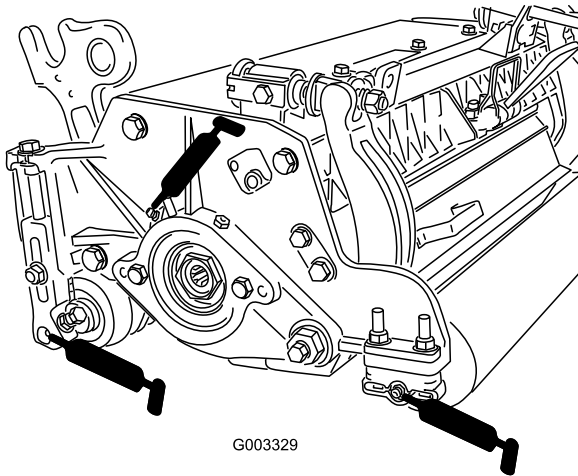

Figura 21
Cada unidade de corte possui (6) bocais de lubrificação (Figura 21) que deverão ser lubrificados regularmente com massa lubrificante n° 2 para utilizações gerais, à base de lítio.